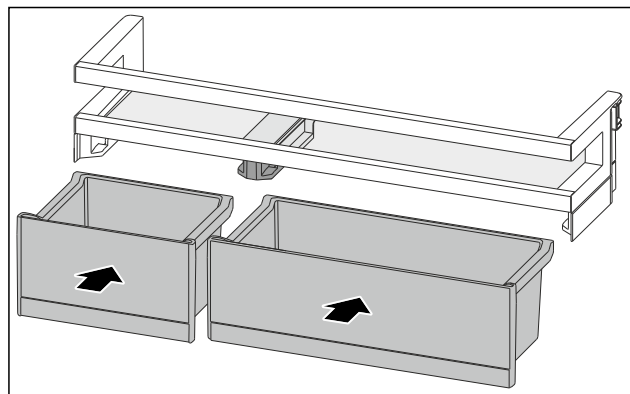

Fig. 90
- ▶ Inserire i VarioBox in posizione scambiata. (vedere Fig. 90)